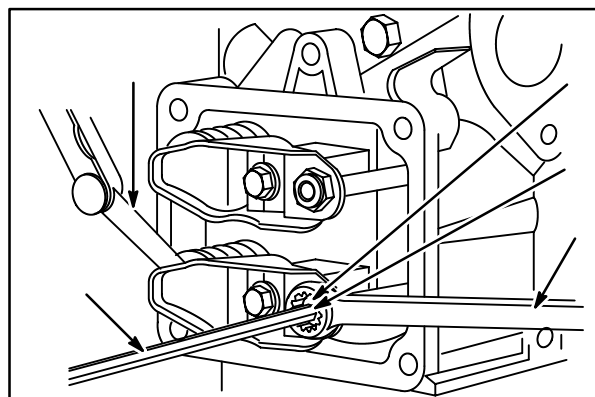

Fig. 49
2. Use um medidor de espessura (1) para medir a folga da válvula, que deve ser de 0,005" (0,13 mm) para a válvula de admissão e exaustão.
3. Se a folga da válvula precisar de ajuste, afrouxe a porca (2) com uma chave (4). Use uma chave hexagonal (5) para girar o parafuso de ajuste (3) a fim de ajustar as válvulas, Fig. 49.